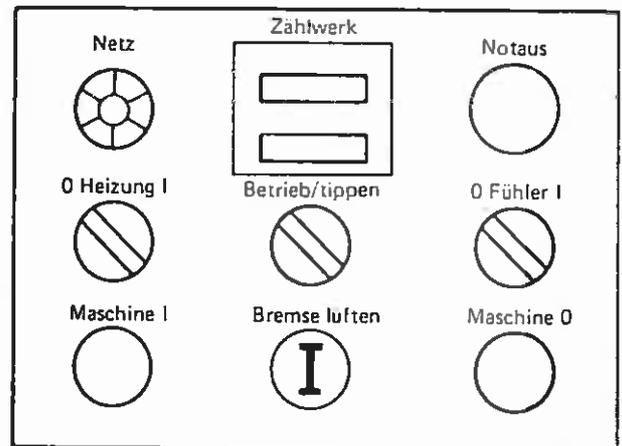

Bild 68
2. Bremse des Antriebmotors durch Betätigung des Tasters (Bild 68) lüften.